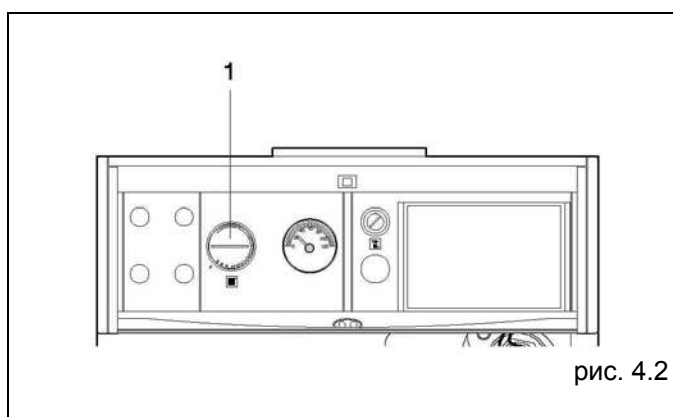

рис. 4.2
- Установите термостат котла (1) на нужную температуру (рис. 4.2).